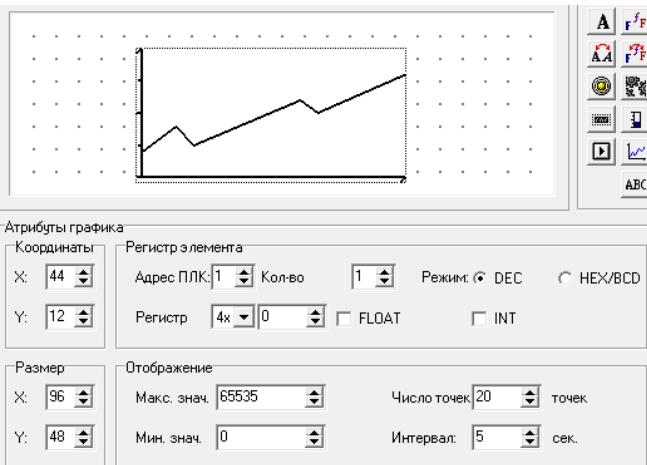

Рис. 4.16. График
- Нажать кнопку  . Откроется область задания параметров графика (см. рис. 4.16).
- В группе полей «Размер» отображается величина ширины (X) и высоты (Y) графика, которые могут быть изменены с помощью кнопок со стрелками.